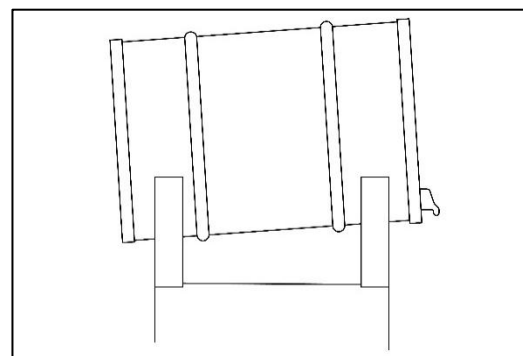

Abb. 230 – POSITION VON KRAFTSTOFFFÄSSERN
6. Kraftstofffässer sollten überdacht gelagert werden, damit ausreichend Schutz vor dem Eindringen von Wasser gewährleistet ist. Sie sollten leicht geneigt gelagert werden (Abb. 230), damit Wasser von der oberen Kante ablaufen kann.